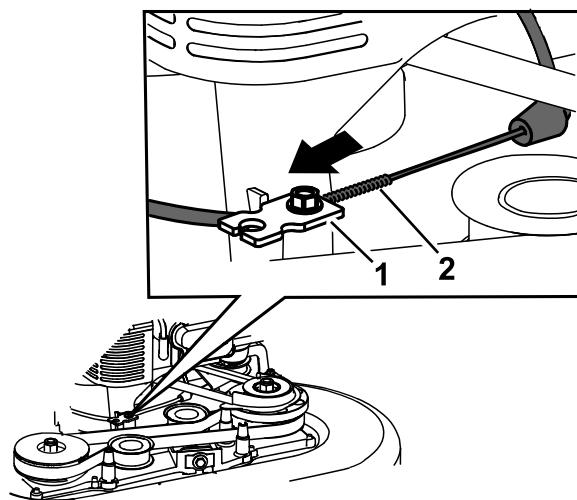

Figura 46
6. Tire de la cubierta del cable para eliminar la holgura (Figura 46).